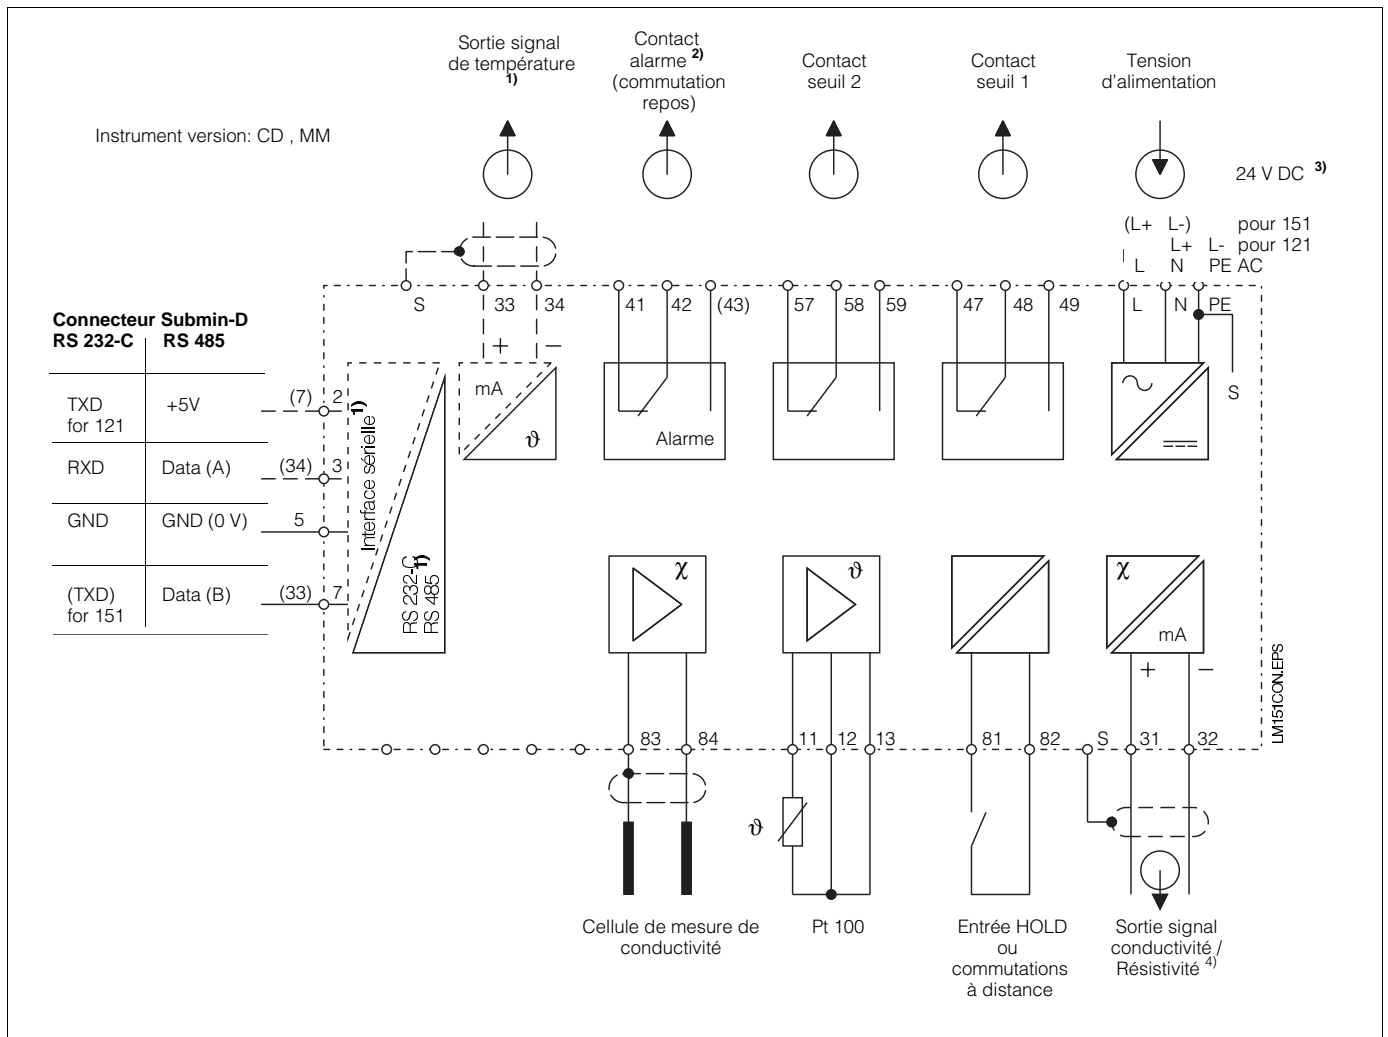

Fig. 4.3: Raccordement électrique Mycom CLM 121 / 151
- Faire le raccordement du transmetteur conformément au schéma fig. 4.3.